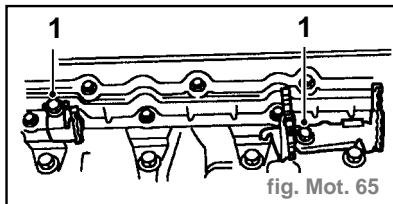

fig. Mot. 65
- Enlever les 3 boulons (1) maintenant les deux supports de guide de fil HT sur la culasse et récupérer les supports (fig. Mot. 65).